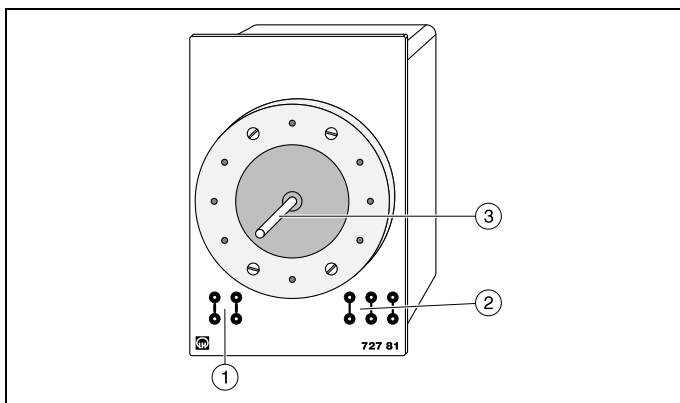

Fig. 3
- Versorgungsspannung für Gleich- und Wechselstrom-Motoren nur über die Versorgungsbuchsen ① (Fig. 3) der Maschinengrundeinheit anlegen.
Die Störungen durch die an den Induktivitäten (Spulenrotoren mit Kollektoren) auftretenden Spannungsspitzen werden durch eingebaute, parallelgeschaltete bipolare Suppressordioden (22 V) zunächst begrenzt. Weitere hochfrequente Energieanteile werden in einem Filter an den für Motoraufbauten bestimmten Versorgungsbuchsen ① (s. Fig. 3) der Maschinengrundeinheit absorbiert. Außerdem sollte die Versorgungsspannung auf 10 V begrenzt werden.
- Apply the supply voltage for DC and AC motors only via the supply sockets ① (Fig. 3) of the basic machine unit.
The interference caused by the voltage peaks occurring at the inductances (coil rotors with collectors) are initially limited by built-in bipolar suppressor diodes (22 V) connected in parallel. Additional high-frequency energy components are absorbed by a filter at the supply sockets ① provided for motor assemblies (see Fig. 3) on the basic machine unit. In addition, the supply voltage should be limited to 10 V.